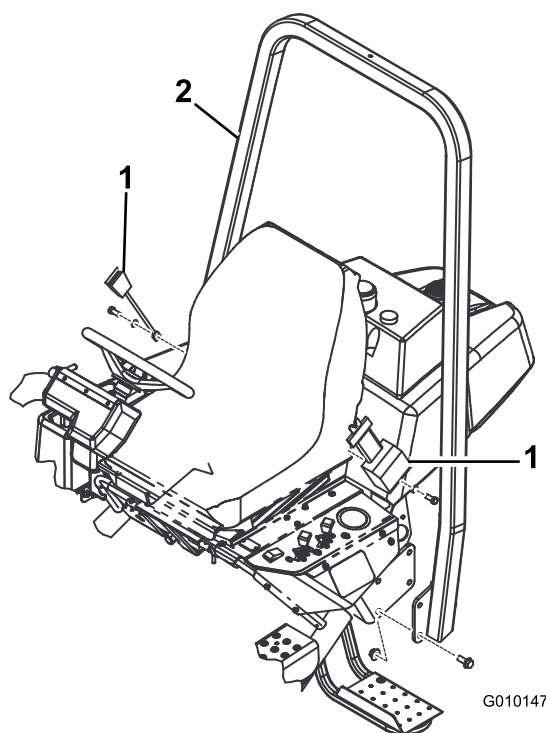

Figure 10
Fixez le bout de chaque ceinture de sécurité (Figure 10) dans les trous à l'arrière du siège avec des vis (7/16–20 x 1") et des rondelles de blocage (7/16"). Serrez-les fermement.
1. Abaissez le cadre ROPS (Figure 10) sur les supports de montage, en alignant les trous de fixation.